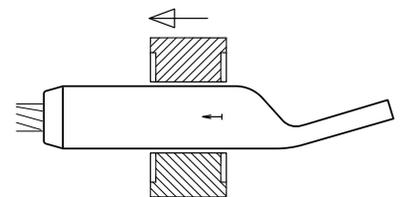

Fig. 3
- 6 Finalmente, comprimir la derivación para la formación del puente flojo, con las mismas matrices para aluminio (salvo casos especiales de conductores diferentes) y en el sentido de las flechas (**Fig.3**)
- 6 Finally, compress the jumper terminal to form the jumper using the same dies for aluminium (except in special cases involving different conductors) and in the direction shown by the arrows (**Fig. 3**)